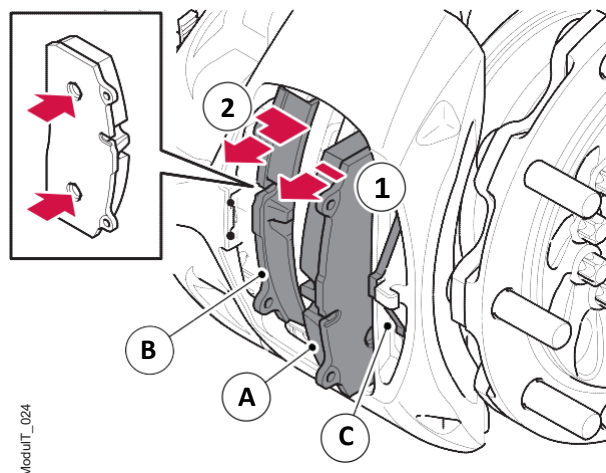

Figura 33. Remoção das pastilhas de freio
5. Remova as pastilhas de freio; remova sempre a pastilha de freio externa (A) primeiro, seguida pela pastilha de freio interna (B). Consulte a figura 33.